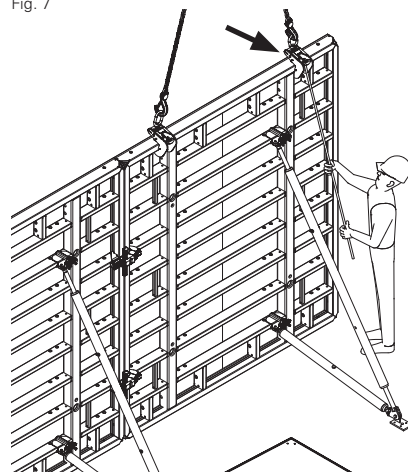

Fig. 8
3. Spingere il gancio di sollevamento fuori dal profilo perimetrale. Fig. 8